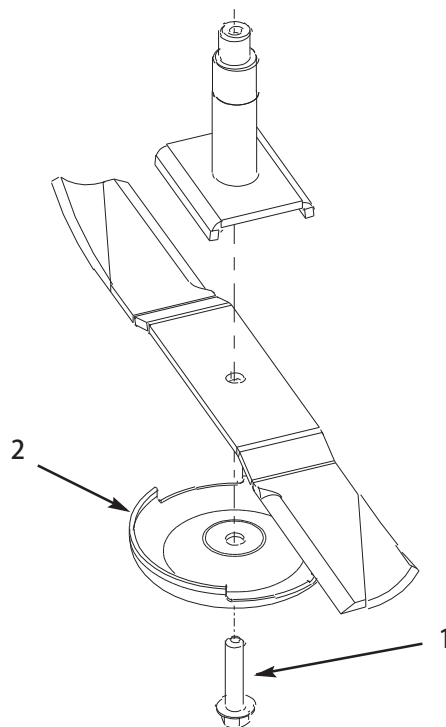

図 33
2. ぼろきれや厚いパッドの入った手袋を使ってブレードの端部をしっかりと握る。スピンドルのシャフトからブレード・ボルト、芝刈り防止カップ、ブレードを取り外す(図33)。